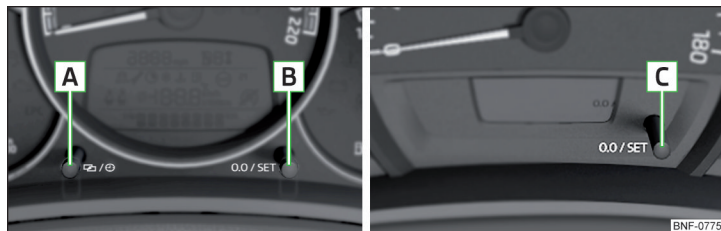

Fig. 23 Teclas en el cuadro de instrumentos combinado: Variante 1 y 2 / Variante 3
- Mantener presionada la tecla **[C]** » fig. 23 de la pág. 34, hasta que parpadea el indicador de la hora y la temperatura externa en la pantalla.
- Mantener presionada la tecla **[A]** » fig. 23 hasta que parpadee el indicador de horas en la pantalla.
- Mantener presionada la tecla **[C]** » fig. 23 hasta que parpadea el indicador de la hora en la pantalla.
- Presionar la tecla **[B]** y/o **[C]** » fig. 23 de la pág. 34.
- Seleccionar el contador para el kilometraje recorrido (trip) y mantener presionada la tecla **[B]** o **[C]** » fig. 23 de la pág. 34.